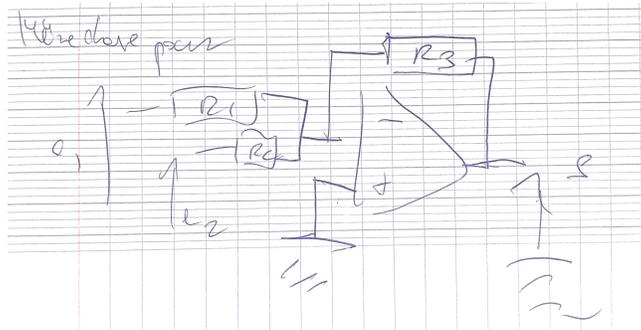

FIGURE 3 – Montage A.O. 2
- Même chose pour la figure 3. - Comment déterminer expérimentalement R_1, \dots, R_8 . Le mettre en œuvre.